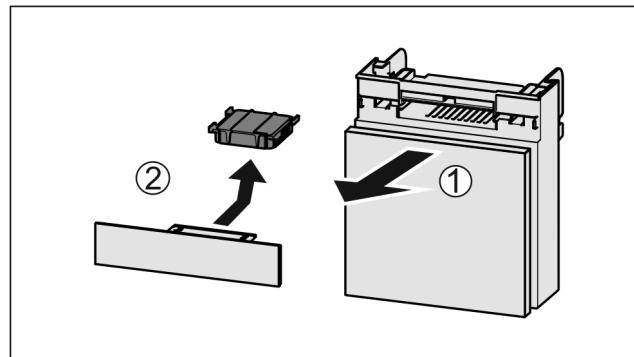

Fig. 89
- Вытянуть Fig. 89 (1) отделение движением вперед.
- Извлечение Fig. 89 (2) фильтра с активированным углем.